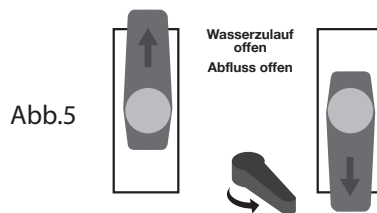

Abb.5
- 3) Stellen Sie die Ventile und die Strömungsumkehrung in die in Abbildung 5 Öffnen Sie den Zufuhrhahn für sauberes Wasser und schalten Sie die Pumpe ein.